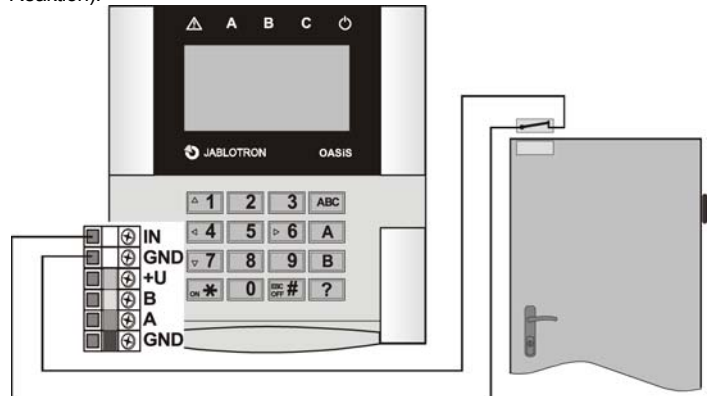

Bild 2 Beispielverdrahtung eines Magnetkontaktes an einer Tür
4. **Installieren Sie externe Öffnerkontakte** (falls benötigt) und schließen Sie das Kabel an die Anschlüsse IN und GND an (siehe Bild 2).